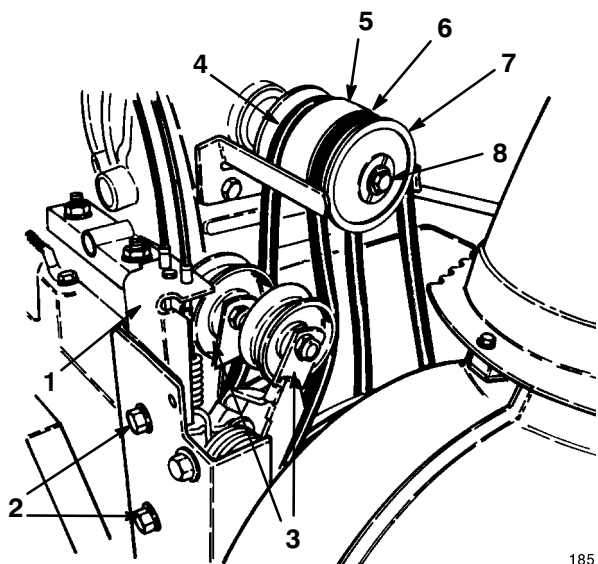

Figure 31
Si les courroies d'entraînement de tarière/roue hélice (Fig. 31) sont usées, imbibées d'huile ou endommagées de quelque autre manière, remplacez-les par une courroie neuve.
- Enlevez les deux boulons à tête à embase qui fixent l'ensemble poulie folle au bâti du moteur et déposez l'ensemble poulie folle (Fig. 31).
- Enlevez la vis d'assemblage et la rondelle de blocage qui fixent la demi-poulie à gorge à l'avant de l'ensemble poulie (Fig. 31).
- Déposez la demi-poulie à gorge et la courroie de tarière/roue hélice du vilebrequin et déposez la courroie de la poulie de roue hélice (Fig. 31).
- Si la courroie d'entraînement de traction doit être remplacée, déposez la partie centrale de la poulie et la courroie du vilebrequin, puis déposez la courroie de la poulie (Fig. 31).
- Si vous remplacez la courroie d'entraînement de traction, installez-la autour de l'entraînement de traction et de la partie de poulie centrale, et glissez cette dernière sur le vilebrequin (Fig. 31).
- Installez la courroie sur la poulie folle (Fig. 31).
- Installez la courroie d'entraînement de tarière/roue hélice autour de la demi-poulie à gorge et glissez cette dernière sur le vilebrequin (Fig. 31).
- Installez l'ensemble poulies folles sur le bâti du moteur et fixez-le avec les deux boulons à tête à embase (Fig. 31).